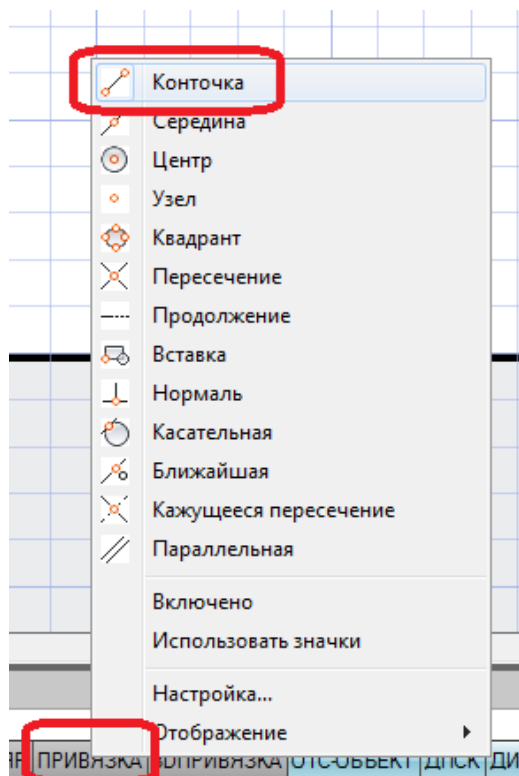

Рисунок 2.9
- в меню типов привязки выбрать кнопку "Конточка" (рис. 2.9).